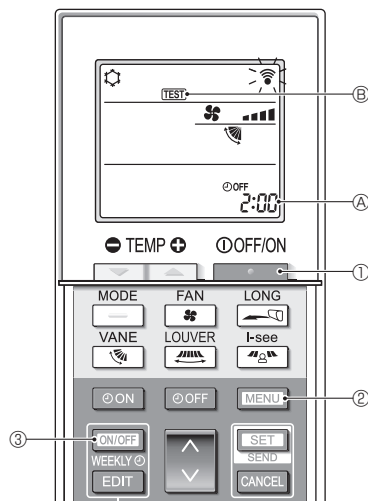

Fig. 7-5
7.2.2. De draadloze afstandsbediening gebruiken (Fig. 7-5)
- Druk op de toets ① om de airconditioner te stoppen.
- Als de Week-timer ingeschakeld is (**WEEKLY** is aan), druk dan op de toets ③ om de timer uit te schakelen (**WEEKLY** is uit).
- Houd de toets ② gedurende 5 seconden ingedrukt.
- Druk op de toets ②.
- TEST** ④ gaat branden en het apparaat wordt in de proefdraaiestand gezet.